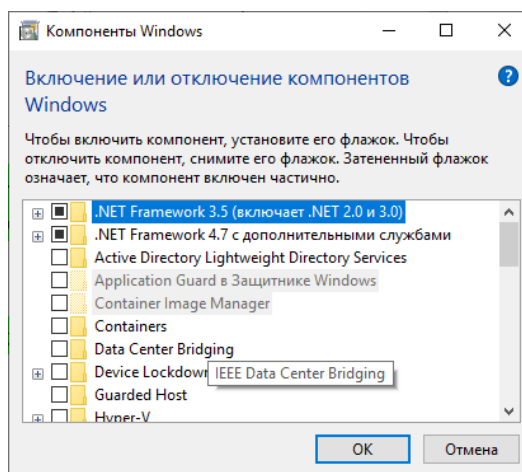

Рисунок 2.2.5
- в появившемся окне «Компоненты Windows» (см. Рисунок 2.2.5), установить галочки напротив компонентов Microsoft .NET Framework. Нажать кнопку «ОК». Операционная система скачает и установит необходимые файлы из интернета.